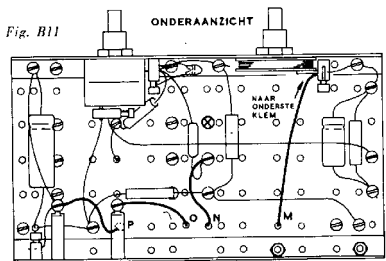

Fig. B11
De antennespoel, die we even opzij gelegd hebben, kan nu weer worden aangebracht. Wanneer je niet met de spoel van Pionier II hebt geëxperimenteerd, zodat de twee aftakkingen elk na 16 windingen zitten, dan doet het er niet toe hoe je de spoel aanbrengt. Het is natuurlijk ook mogelijk, dat je de aftakkingen wel hebt gewijzigd (bij voorbeeld volgens één van de afbeeldingen op blz. 34 in het boekje van de Pionier II). In dat geval moet je er voor zorgen, dat draad P ook nu het dichtst bij de stekerbuisplaat komt te zitten. Let er vóór je de spoel vastmaakt op, dat de aansluitdraden lang genoeg zijn, om in de juiste klemmen te worden vastgezet (zie fig. B11). Kijk ook nog even, of de blank-gemaakte uiteinden van de draden niet zijn afgebroken. Anders moet je met een mesje of een stukje schuurpapier deze uiteinden opnieuw blank maken door de bruine isolatie weg te halen.
20. Zet de aansluitdraden P, O, N en M van de antennespoel vast in de klemmen, die in fig. B11 zijn aangegeven. Pas op, dat je de dunne draadjes niet stuk draait met het boutje.